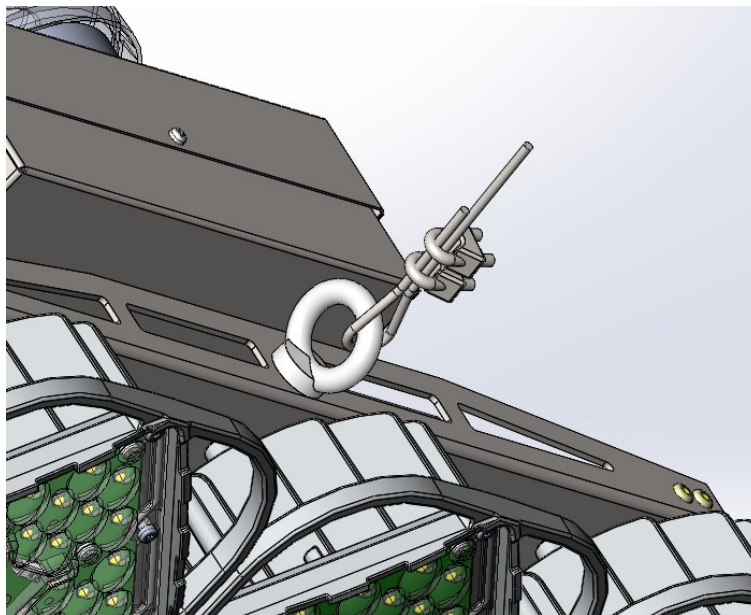

Рис.3
5.7. Место установки страховочного троса показано на рис. 3.